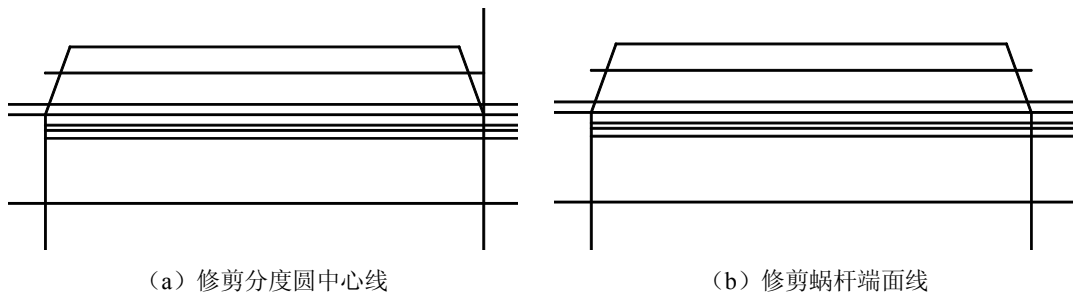

图 11-22 修剪蜗杆线段
(1) 使用修剪工具，修剪蜗杆分度圆中心线，结果如图 11-22 (a) 所示。
(2) 使用修剪工具，修剪蜗杆端面线段，结果如图 11-22 (b) 所示。